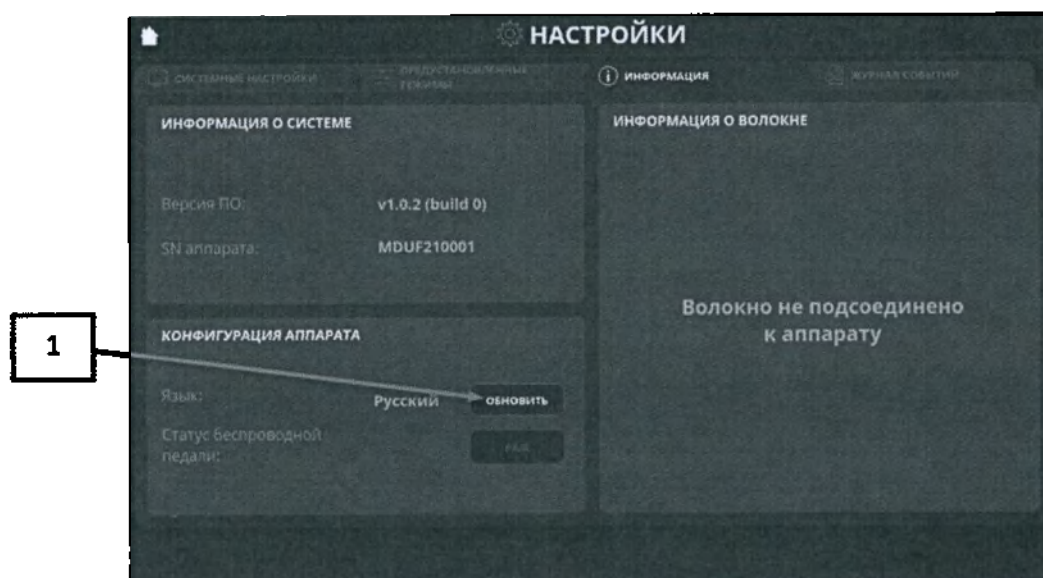

Рис. 35 - Экран «НАСТРОЙКИ»: «ИНФОРМАЦИЯ»
Для изменения языка нажмите кнопку (1) (Рис.35). Для выбора доступны русский (используется по умолчанию) и английский языки.